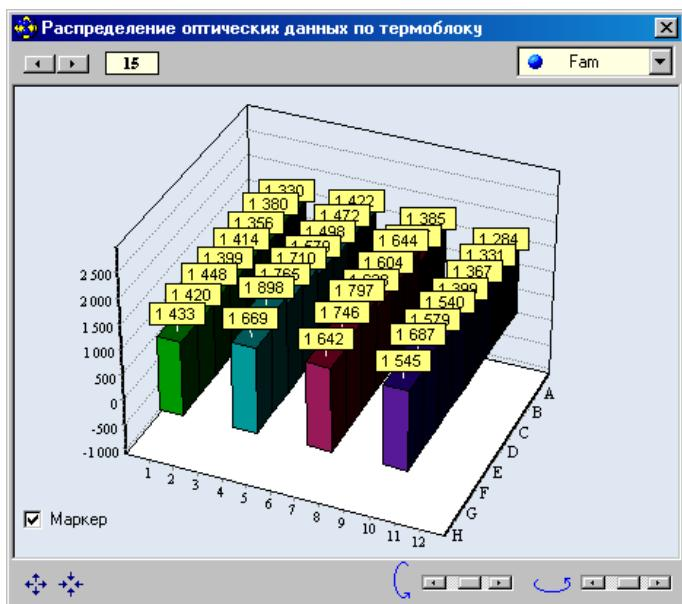

Рис.33. Данные оптических измерений для выбранных пробирок.
- во время выполнения программы амплификации, выбрав можно просмотреть данные оптических измерений для выбранных пробирок в виде 3-D гистограммы в окне **Распределение оптических данных по термоблоку** (Рис.33).